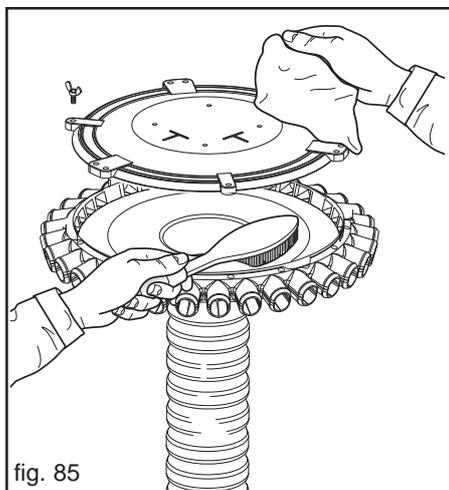

fig. 85
ALLE 50 BETRIEBSSTUNDEN	<ul style="list-style-type: none"> - Den Dosiervorrichtungskörper vollständig und sorgfältig reinigen (siehe Kap. 3.5.1). - Streukopf vollständig und sorgfältig reinigen (Abb. 85): <ul style="list-style-type: none"> • Flügelmutterschrauben lösen und entfernen (A); • Deckel des Streuers abnehmen (B); • die Metallteile mit einer Bürste und die Kunststoffteile mit einem Lappen reinigen; • Deckel aufsetzen und mit den Flügelmutterschrauben festmachen.